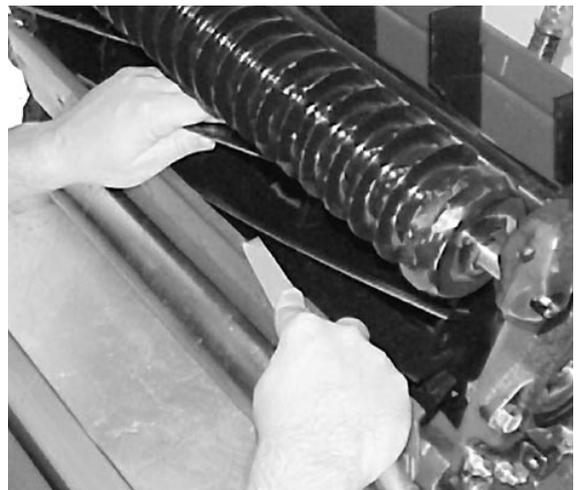

Bild 58
12. Wenn das Schneidwerk ausreichend geschärft wurde, hat sich an der Vorderseite der Schnittkante ein Grat gebildet. Entfernen Sie diesen Grat vorsichtig mit einer Feile, ohne die Schnittkante stumpf zu machen (Bild 58).